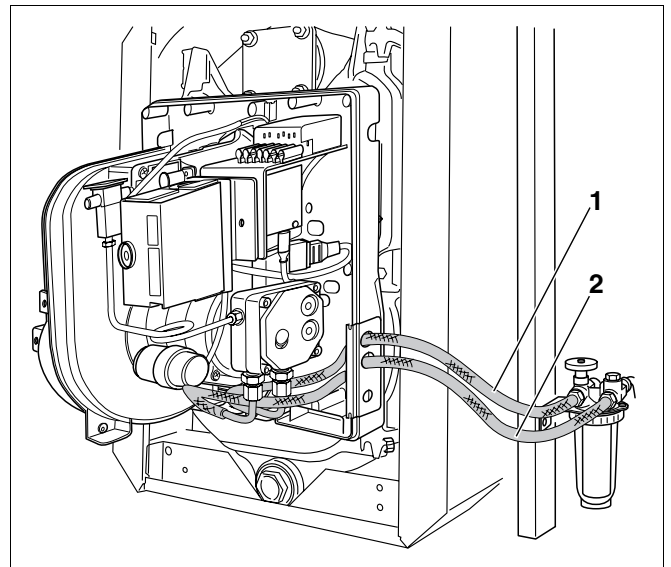

Fig. 7 Ligue as tubagens de gasóleo
- Coloque as mangueiras de gasóleo (Fig. 7, **Item 1 e 2**; as condutas de sucção e de retorno de gasóleo, a porca de capa 3/8" com ligação da mangueira) no filtro de gasóleo e na saída para a conduta de retorno (observar a direcção da seta).